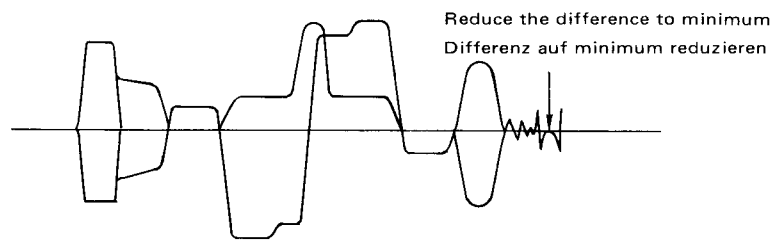

Fig. 40 Abb. 40
3. Den Burstphasenregler ( R614) so einstellen, daß die Differenz zwischen 1 H und 2 H zu Null wird ( s. Abb. 40) .